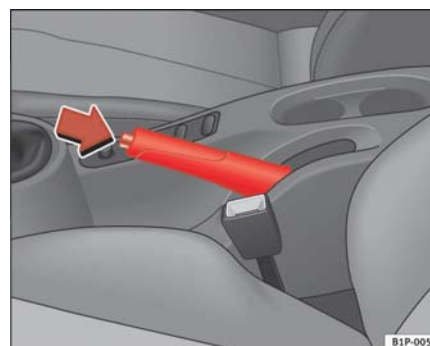

Fig. 122 Freno de mano entre los asientos delanteros
- Tire con fuerza de la palanca del freno de mano hacia arriba ⇒ fig. 122.
- Tire ligeramente de la palanca hacia arriba, presione el botón de desbloqueo en la dirección de la flecha ⇒ fig. 122 y baje completamente la palanca. ⇒ ⚠.